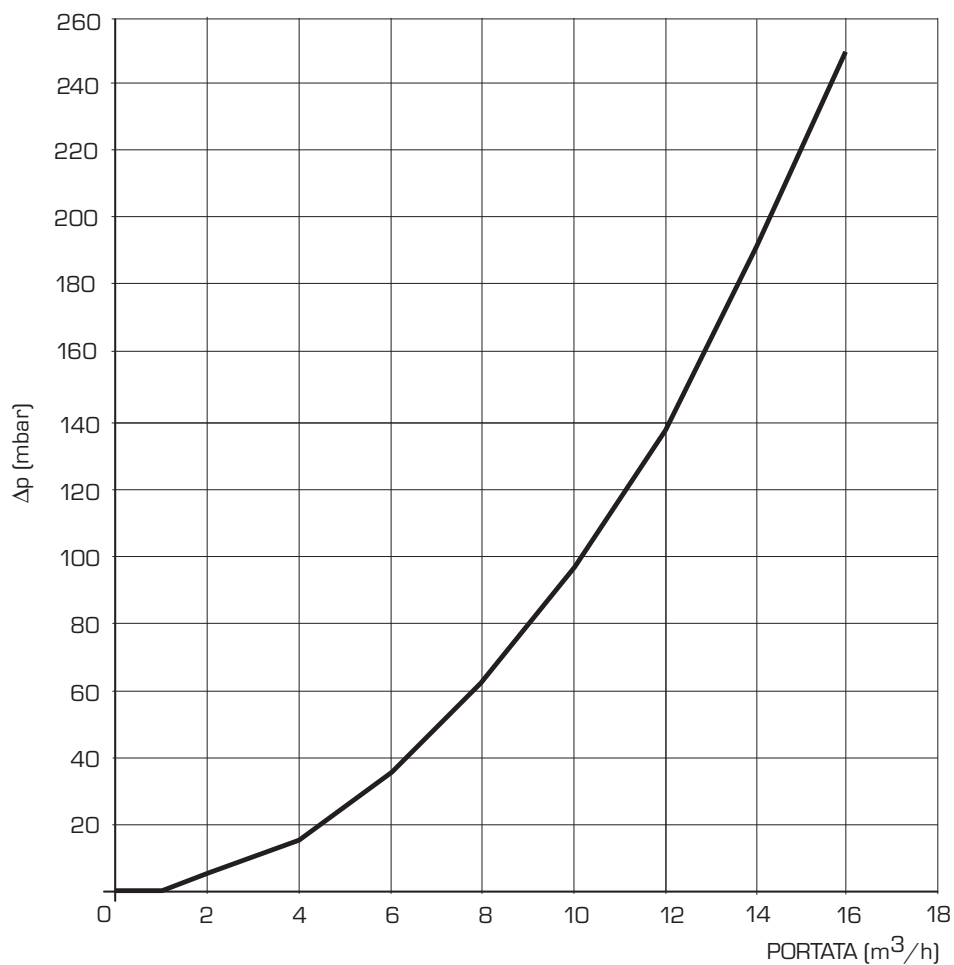

Fig. 10
2.10.1 Perdite di carico del compensatore idraulico (fig. 10)
Le perdite di carico del separatore idraulico sono indicate nei diagrammi di fig. 10.